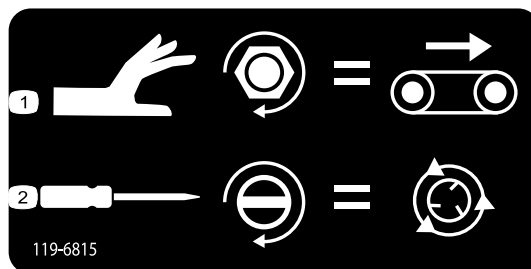

Figura 44
- Pentru a regla viteza podelei transportoare (Figura 44), rotești butonul în sensul acelor de ceasornic. Utilizezi viteza maximă a podelei transportoare a sistemului de operare cu coduri de culoare atunci când nu este activat fluxul hidraulic. Această setare este utilă atunci când buncărul de alimentare este plin cu nisip.
- Pentru a regla viteza dispozitivului de împrăștiere (Figura 44), folosești o urubelniță cu cap plat, rotind urubul în sensul acelor de ceasornic pentru a mări viteza sau în sens invers acelor de ceasornic pentru a reduce viteza.